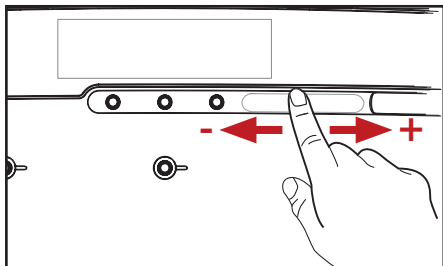

Abb. 4.6 – Vorwahl Stärke
2. Lassen Sie Ihren Finger über den STÄRKE-Schieberegler gleiten, um die Stärke Ihres Getränks vorzuwählen oder drücken Sie alternativ auf + und - (Abb. 4.6).